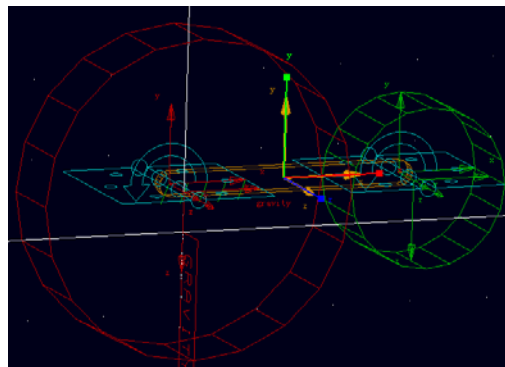

图 4-5 固定齿轮和行星轮之间的啮合点
4.5 上面所创建的啮合点不在两个齿轮的分度圆的交线上,下面将对上面做出的啮合点进行位置移动和方位旋转,使该啮合点位于两齿轮交线上,并使啮合点的 **Z** 轴方向与齿轮旋转方向相同。在 **ADAMS/View** 窗口中，在两个齿轮啮合处点击鼠标右键，选择--**Maker: MARKER\_14**→**Modify**，如图 4-5 所示。在弹出的对话框中，将 **Location** 栏的值 75.0, 25.0, -25.0 改为 100.0, 25.0, -25.0(位置移动),将 **Orientation** 栏中的值 0.0, 0.0,